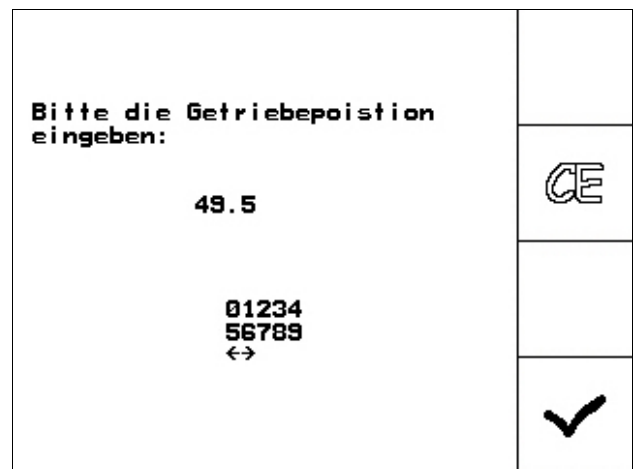

Fig. 49
-  Einstellungen bestätigen und den Skalenwert, der vom Getriebehebel auf der Skala angezeigt wird, im sich öffnenden Menüfenster (Fig. 49) eintragen.